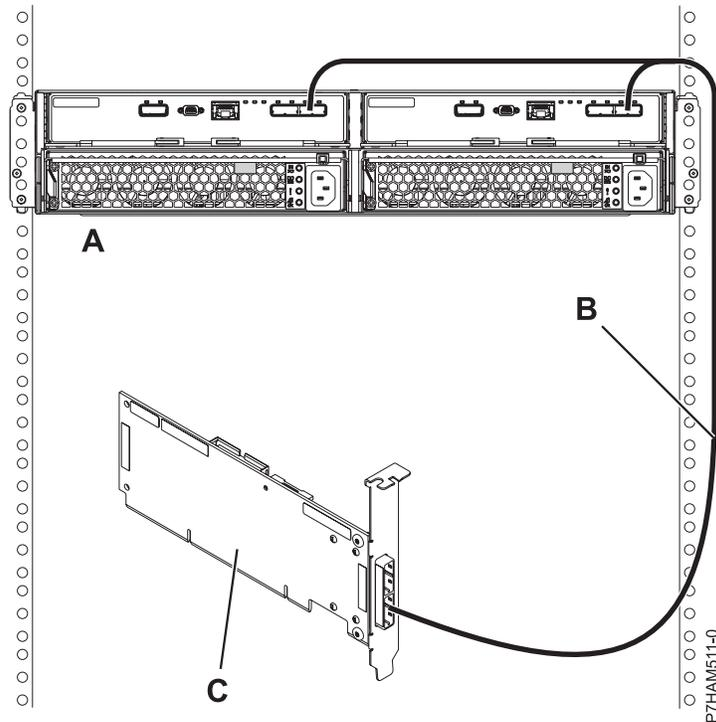

Abbildung 12. Modus 1-Anschluss eines Plattenlaufwerkgehäuses 5887 mit einem YO-Kabel an einen einzelnen SAS-Adapter
12. Schließen Sie ein Plattenlaufwerkgehäuse 5887 im Modus 1 (**A**) mit einem YO-Kabel (**B**) an einen einzelnen SAS-Adapter (**C**) an. Siehe Abb. 12 auf Seite 14.